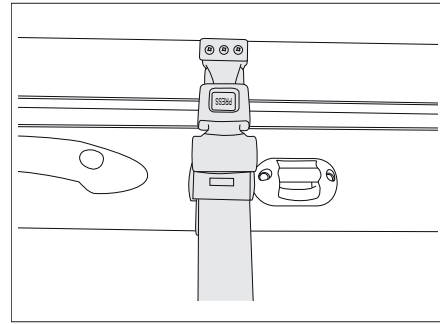

Bild 153 Säkerhetsrem höjbar säng,
- Säkra den höjbara sängen i taket (Bild 153) med säkerhetsremmen.